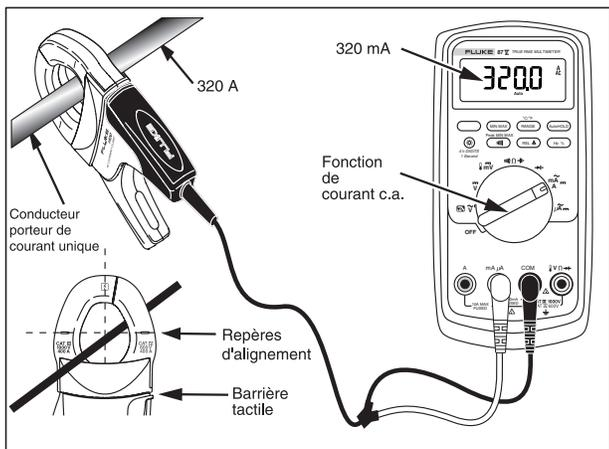

Figure 1. i400 Setup
Pour utiliser la pince i400, (voir la Figure 1) :
3. Placez la pince i400 autour du conducteur porteur de courant à mesurer. Assurez-vous que les mâchoires sont étroitement resserrées autour du conducteur. La pince ampérimétrique est conçue pour donner une précision très élevée quand le conducteur est centré sur les repères d'alignement des mâchoires, voir Figure 1.
Pour éviter tout choc électrique ou blessure personnelle, gardez les doigts derrière la barrière tactile, voir Figure 1.